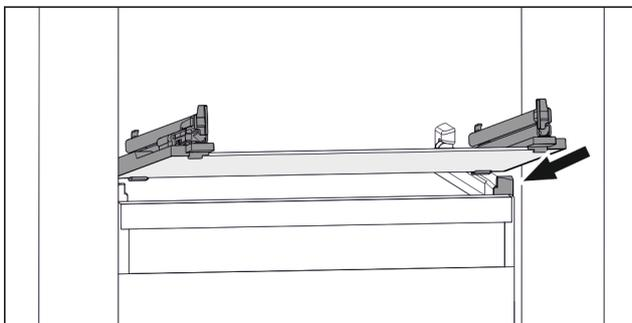

Fig. 60 Beispielhafte Darstellung der Glasplatte
- ▶ Glasplatte schräg hinter den Stopperrn aufsetzen. (zie Fig. 60)